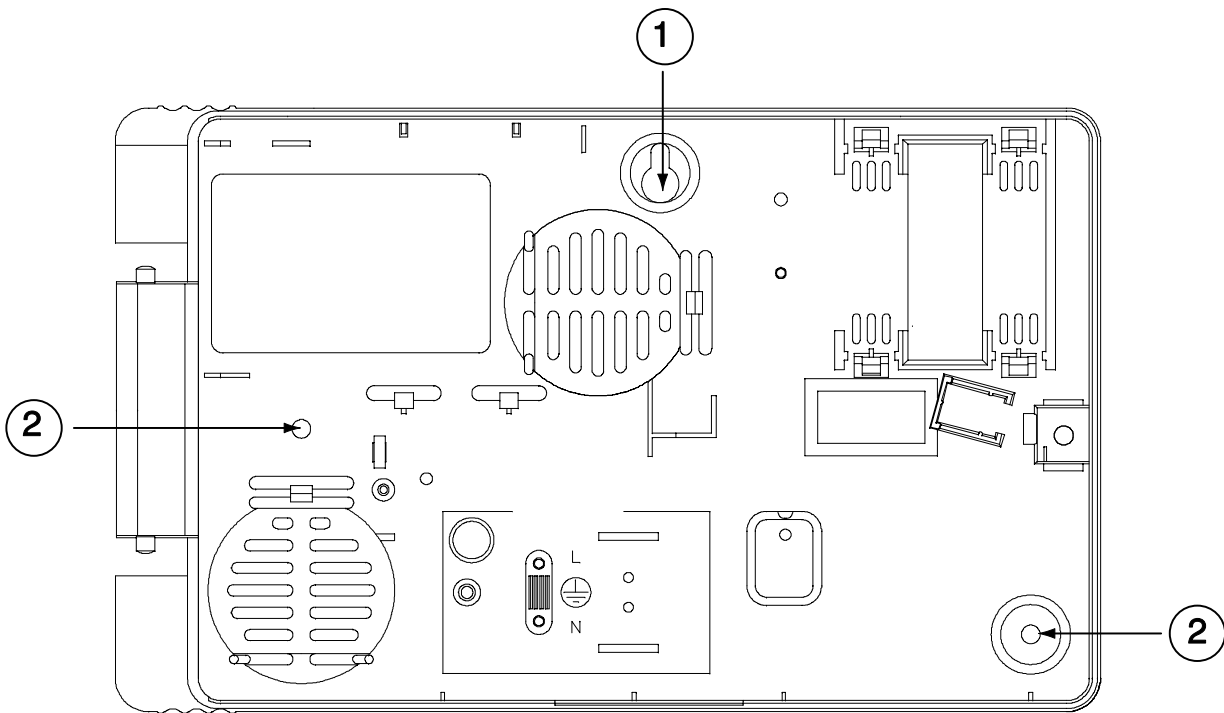

Figure 5. Positions des trous de fixation
1. Placer le boîtier contre le mur et repérer la position du trou de fixation principal (repère 1 sur la figure 5).
4. Repérer l'emplacement des 2 autres trous de fixation sur le mur (repères 2 sur la figure 5).